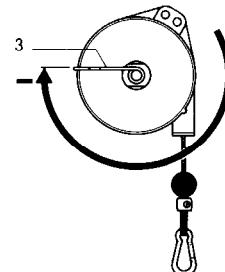

Fig. 4
- Når den er i drift må ikke kabelen trekkes ut i full lengde. Den må stoppe minst 50mm fra den laveste grensen for bevegelsesdistansen. Om nødvendig justeres klemmen 16 for å begrense den oppdagende bevegelsesdistansen (Fig. 4).
- Durante o funcionamento, o cabo não pode desenrolar o seu comprimento total. Ele deve parar pelo menos 50mm antes do limite inferior do curso. Se necessário, ajuste a braçadeira 16 para limitar o curso ascendente. (Fig 4).